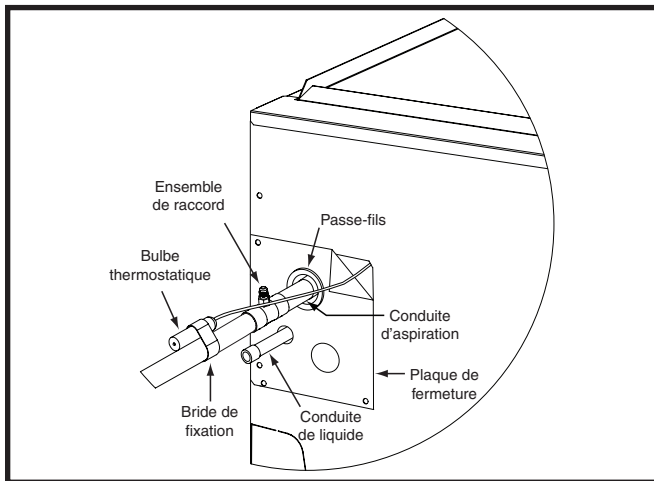

Figure 3. Bulbe thermostatique monté à l'extérieur
4. Modifiez la plaque de fermeture en repliant une section du coin supérieur droit (Figure 3, page 3). **REMARQUE :** Cela permet à l'égalisateur externe et au bulbe thermostatique d'atteindre les conduites de frigorigène à l'extérieur du boîtier du serpentin.